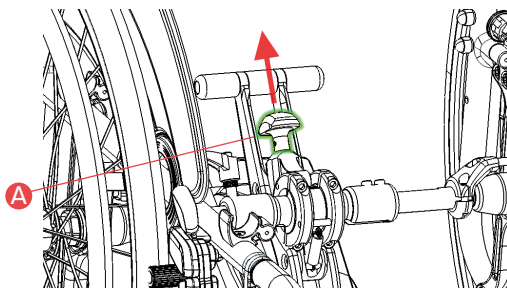

Figura 30
- Appoggiare il palmo della mano sulla maniglia del TWIST R e tirare con le dita la leva di sgancio /aggancio (A). (Figura 30)